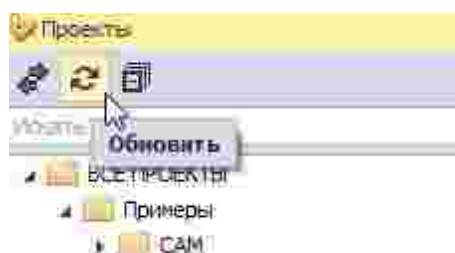

Рис. 9 Обновить дерево
- Обновить дерево, Рис. 9. нажатие данной кнопки вызывает функцию обновления и синхронизации данных дерева проектов.